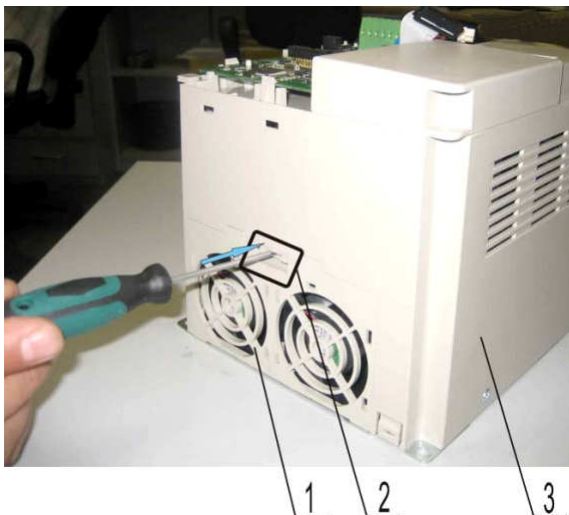

Рисунок 6.5
6.4.1 Установить отвёртку в отверстие фиксатора 2 и, отжав фиксатор, извлечь панель вентиляторов 1 из корпуса 3 (рисунок 6.5).